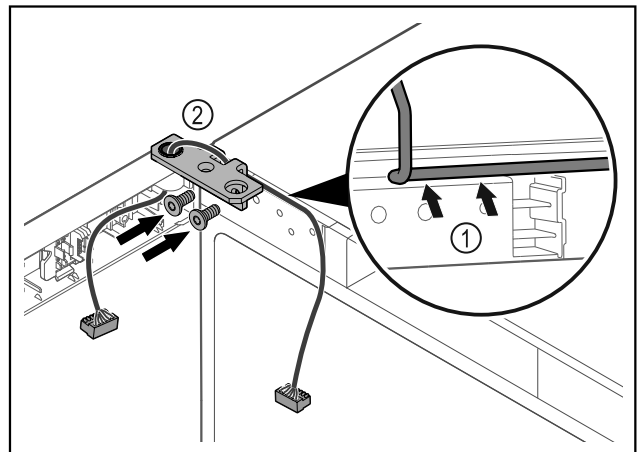

Fig. 42
- ▶ Kabel durch die Ausparung des Scharnierwinkels führen und vorsichtig verlegen Fig. 42 (1).
- ▶ Scharnierwinkel Fig. 42 (2) anschrauben.